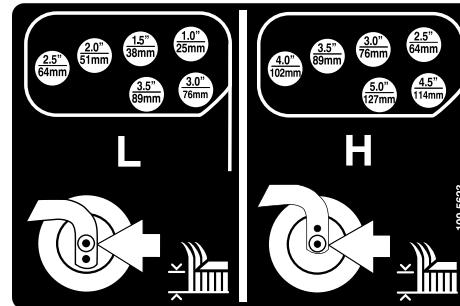

Рисунок 29
6. Поверните натяжную тягу, чтобы поднять или опустить поворотный рычаг до совмещения отверстий с выбранными отверстиями кронштейна высоты скашивания в раме деки газонокосилки (Рисунок 28 и Рисунок 29).